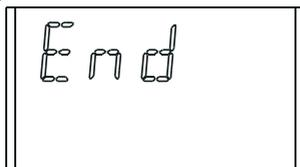

Fig. 10 Afficheur de la Fin de Calibrage
- (7) Après le compte à rebours de 30 secondes
- Lorsque la valeur de gaz a été stabilisée, l'affichage en alternance s'arrête. Si le calibrage est réussi, l'écran affiche le message END pendant environ deux secondes (→ Fig. 10).